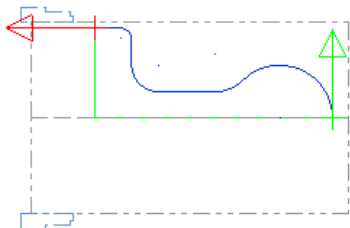

图 8.5 选取加工轮廓
Step2. 定义加工轮廓。在该对话框中选中 ☒ 接续 复选框，然后在图形区中依次选取图 8.5 所示的轮廓线（中心线以上的部分）。单击 ☒ 按钮，系统弹出“车床粗加工 属性”对话框。